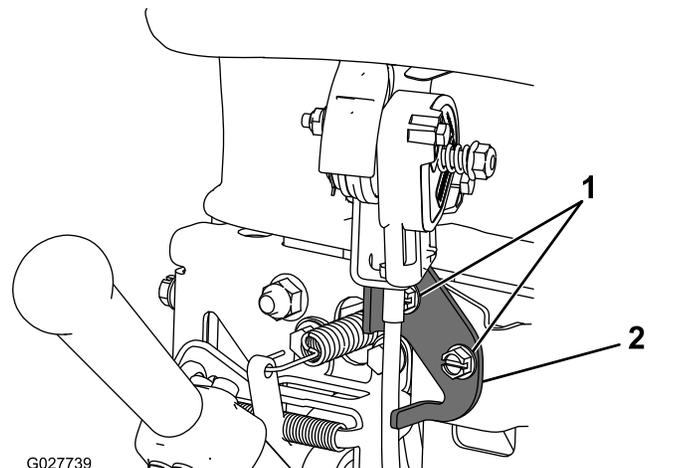

Bild 28
2. Lösen Sie die zwei Schrauben, mit denen die Gasbedienung befestigt ist (**Bild 28**).